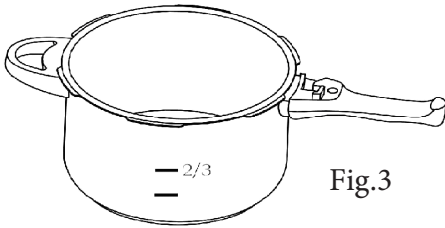

Fig.3
- Mniej niż 1/4 wysokości pojemnika do gotowania potraw zwiększających objętość, takich jak ryż, fasola itp. (rys. 3).